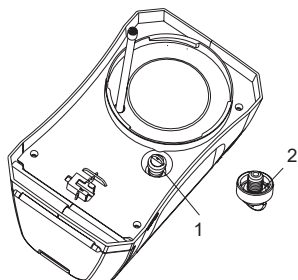

Figuur 15
- Verwijder de vuilen door een kleine draad te duwen binnen de blootstelling gaten. Dan spoelt u het met schoon water. Verwijs naar Figuur 15.